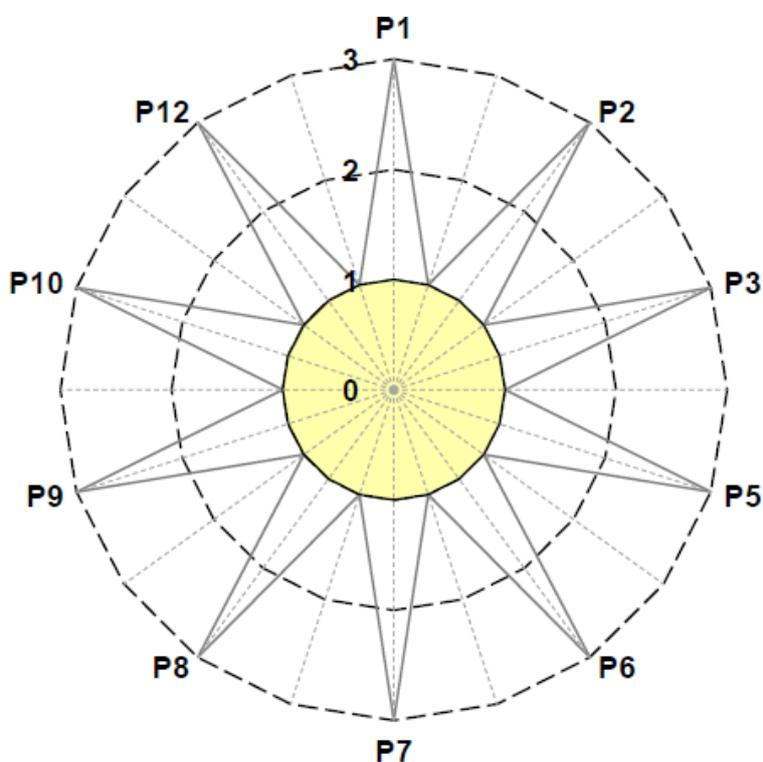

Figura 1 - EV para preencher
1.3. Constrói a EV na Figura 1, marcando em cada eixo a pontuação do respetivo princípio e pintando a verde e a vermelho as áreas que indicam o cumprimento ou não cumprimento dos princípios, respetivamente.